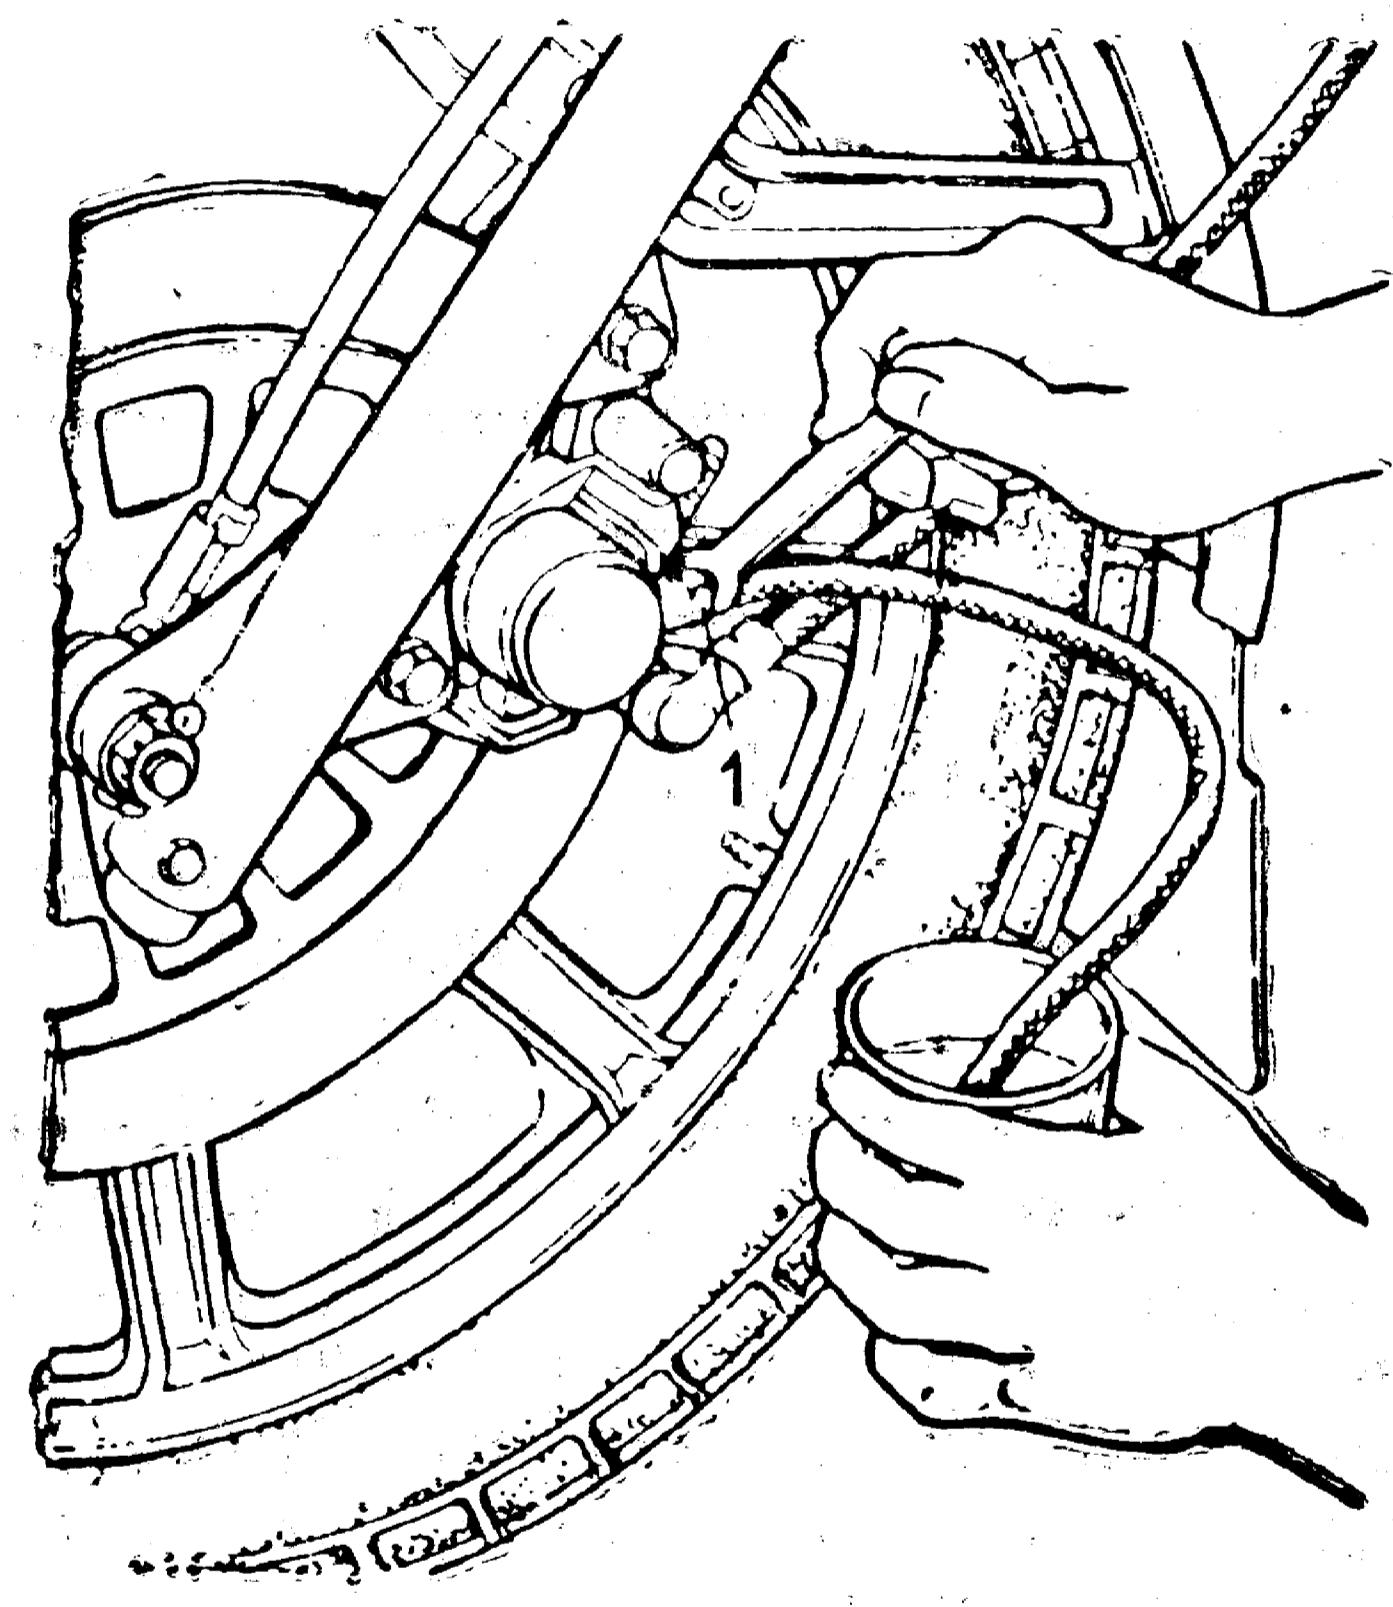

Рис. 26. Замена тормозной жидкости:
- снять колпачок с клапана выпуска воздуха 1 (рис. 26), на головку клапана надеть резиновую трубку, второй конец которой опустить в сливную емкость и отвернуть клапан на 1...1,5 оборота;